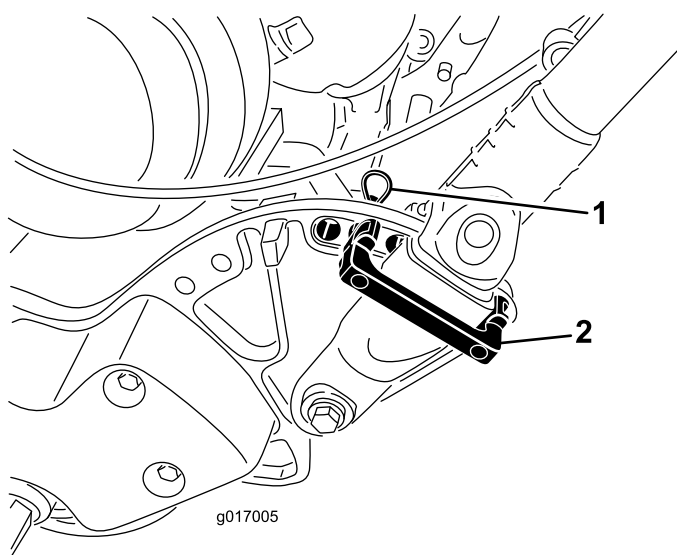

Figura 6
1. Enquanto suporta o manípulo, remova as braçadeiras que fixam as pegas da barra de ligação às placas laterais (Figura 6).
2. Rode o manípulo para a posição de operação desejadas, coloque um fixador do manípulo por cima da pega da barra de ligação e nos orifícios de alinhamento na placa lateral (Figura 6).
3. Mantenha o fixador na posição com um contrapino de gancho (Figura 6).